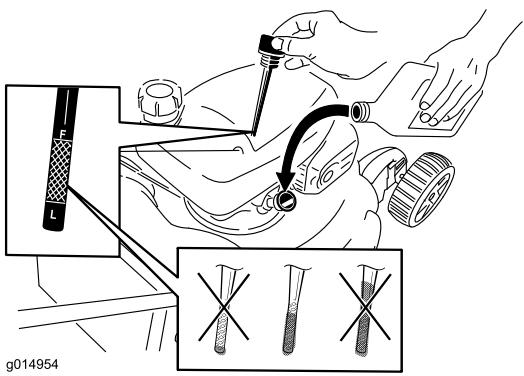

Рисунок 6
- Извлеките масломерный щуп (Рисунок 6).
- Медленно** заливайте масло в маслозаливной патрубок до тех пор, пока уровень масла не достигнет отметки **Full (ЗАПОЛНЕНО)** на масломерном щупе (Рисунок 6). **Не допускайте переполнения картера.** (Макс. объем масла: